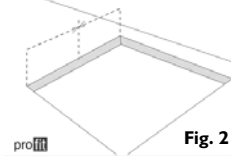
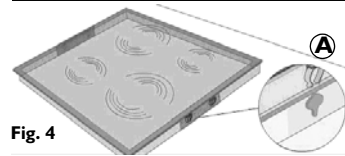

Fig. 2
Fig. 4
- Mesurez le milieu des parties verticales du cut-out comme le montre la Fig. 2.
- Positionnez le milieu des étriers (C) sur le milieu du côté mesuré auparavant.
- Fixez à l'aide des 4 vis (B) fournies, sur les orifices prévus à cet effet.
- Installez le plan de cuisson dans l'orifice en faisant de sorte que les attaches (A) se bloquent dans les crans des étriers (C Fig. 4 et 5).